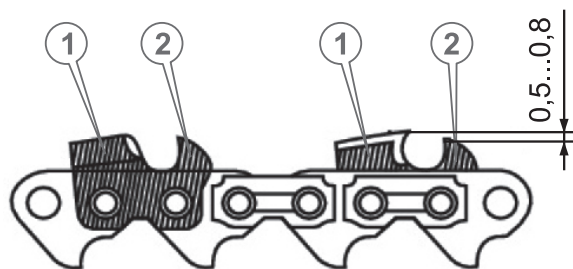

Рисунок 6
Каждое звено цепи пилы состоит из двух зубьев: режущего зуба (1) и зуба ограничителя (2) (см. рис. 6). Насколько эффективным будет процесс пиления, зависит от разницы по высоте между этими двумя зубьями. Оптимальный показатель – режущий зуб выше зуба-ограничителя на 0,5 - 0,8 мм.
Заточку цепи необходимо начать с заточки режущих зубьев (1) (см. рис. 6). Заточку зубьев осуществляйте равномерно, вначале каждый второй зуб с одной стороны цепи, а затем каждый второй зуб с противоположной стороны. Длина всех режущих зубьев цепи должна быть одинаковой. Нельзя допускать, чтобы длина режущих зубьев была разной. Если зубья будут иметь разную длину, это может привести к травме или поломке изделия (см. рис. 7).